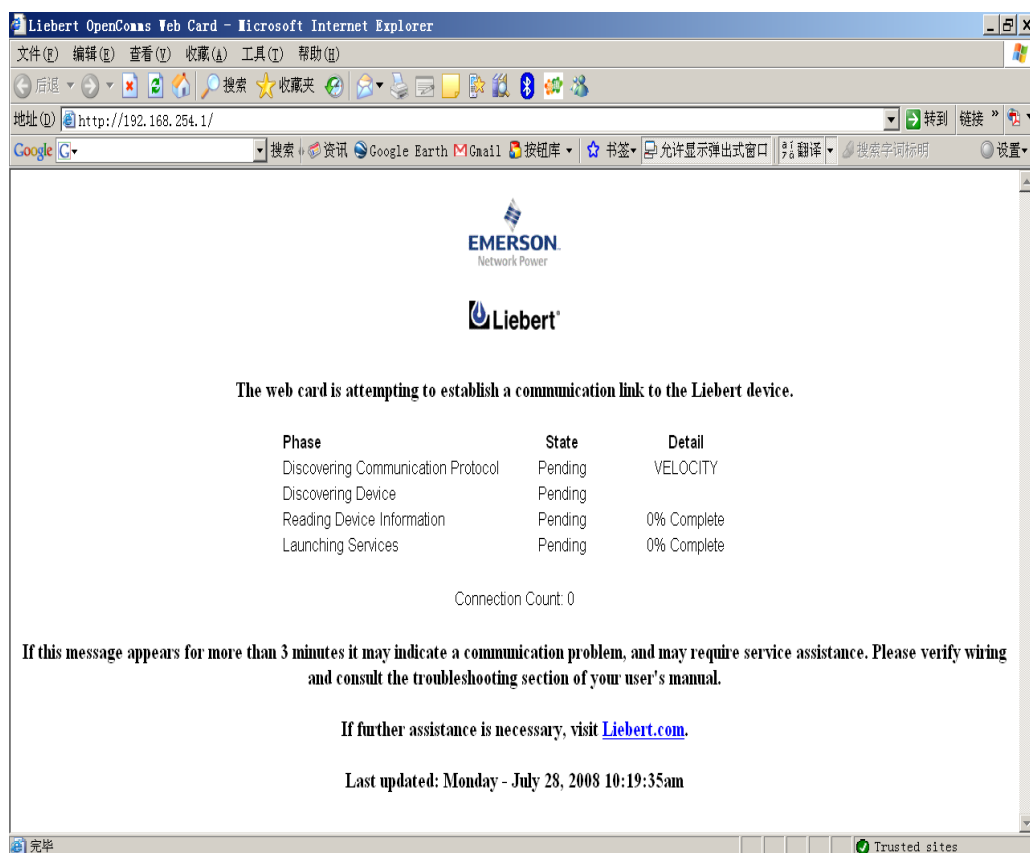

图1-8 初始界面（1）
1. 在 IE 浏览器的地址栏输入 TCP/IP 卡的 IP 地址，如果出现如图 1-8 的界面，说明该通讯卡和 iCOM 控制器通讯不正常。如果 **State** 为 **Completing** 或 **In Process**，则说明该通讯卡正在和 iCOM 控制器进行通讯。